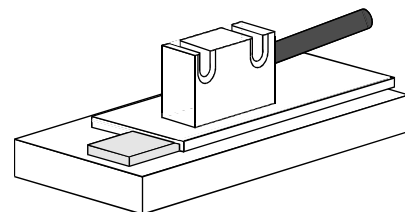

Abb. 6
- Magnetband auf der Montagefläche positionieren und mit Klebeband provisorisch befestigen (z.B. Tesafilm). **Das Abdeckband (5) darf in diesem Fall nicht eingesetzt werden.**
- Magnetband mit dem Schutzprofil abdecken (Abb. 6) und Befestigungslöcher seitlich bohren (ohne das Magnetband zu beschädigen!).